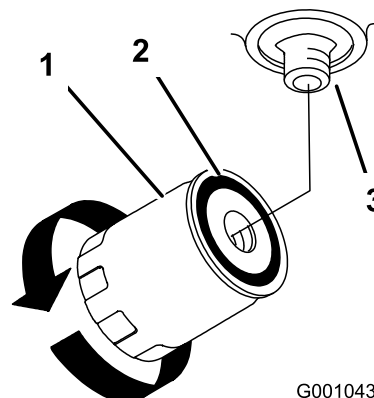

Figure 77
4. Appliquez une fine couche de liquide hydraulique sur le joint en caoutchouc du filtre de rechange (Figure 77).
7. Remplissez le réservoir hydraulique jusqu'à ce que le liquide déborde du filtre. Tournez alors le filtre à huile dans le sens horaire jusqu'à ce que le joint en caoutchouc vienne toucher l'adaptateur du filtre. Serrez ensuite le filtre de 1/2 tour supplémentaire (Figure 77).